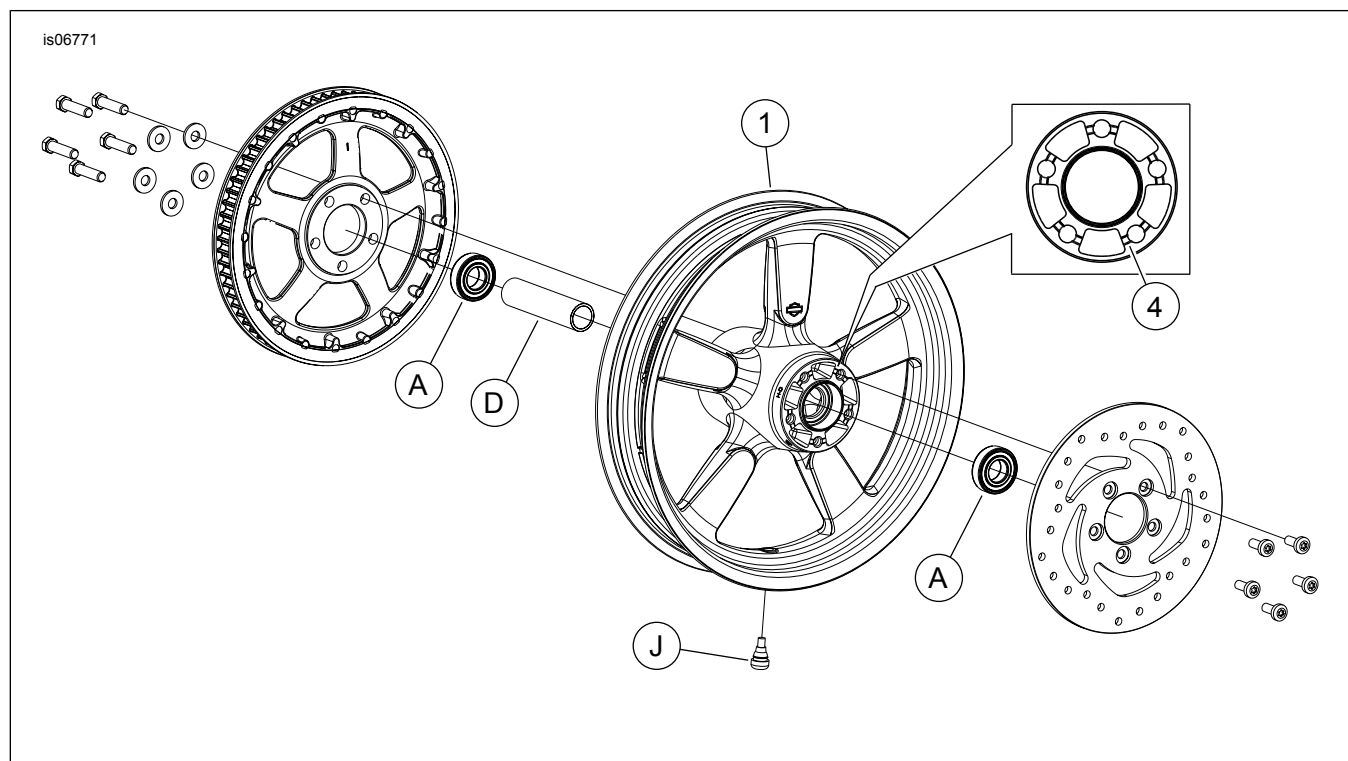

Figura 1. Peças de reposição: Roda traseira Fat-X
Veja Figura 1 e as tabelas de peças de reposição.
2. Veja Figura 1. Instale o conjunto da haste de válvula (J) na roda. Consulte a seção PNEUS no Manual de serviço.